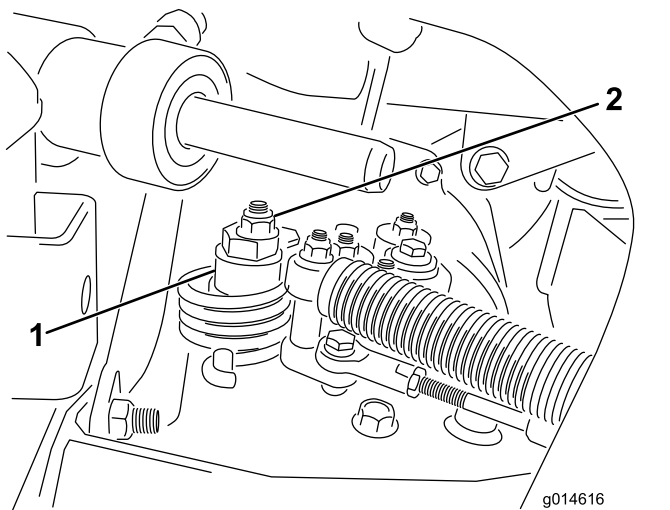

图32
- A. 松开将偏心螺栓固定到静液压泵顶部的螺母图 32。
- C. 旋转偏心螺栓直到不再出现任何方向的缓慢前移。当轮子停止旋转时旋紧螺母锁定偏心螺栓和调整图32。将油门移至慢速和快速位置验证调节情况。